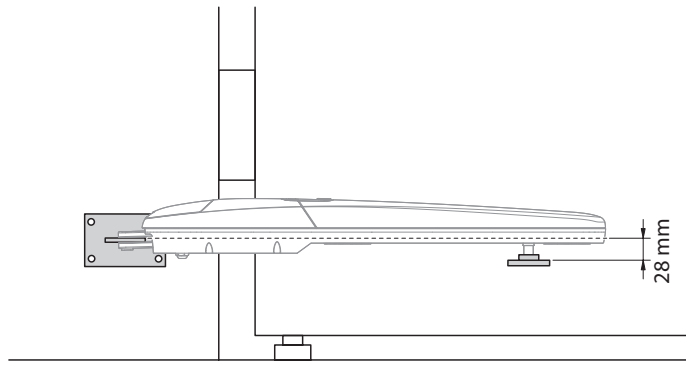

Abb. 4
**⚠ ACHTUNG!** – Stellen Sie vor der Befestigung des hinteren Bügel sicher, dass der Befestigungsbereich des vorderen Bügel in den soliden Bereich des Torflügels fällt, da dieser Bügel in einer anderen Höhe als der hintere Bügel befestigt werden muss (**Abb. 4**).
02. Legen Sie die Höhe fest, in der der vordere Bügel positioniert wird und nehmen Sie dazu auf Abb. 4 Bezug;